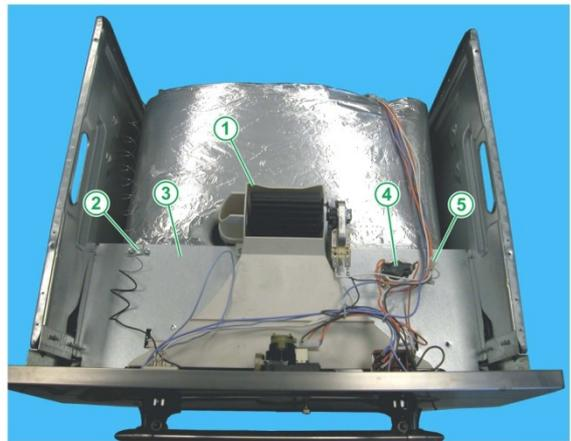

Fig. 3
5. Débrancher les raccordements au moteur (vedi Fig. 3 e 4).